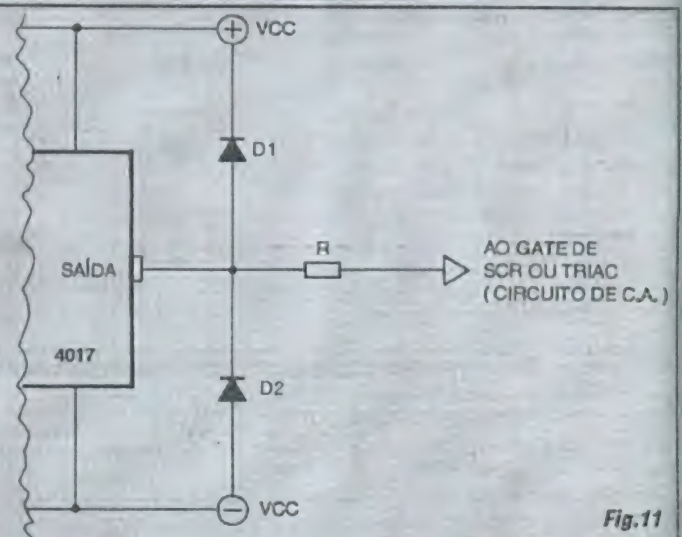

Fig. 11
- FIG. 11 - PROTEÇÕES PARA O C.MOS, CONTRA TRANSIENTES DE TENSÃO VINDOS DOS ESTÁGIOS FINAIS DE POTÊNCIA... - Embora na maioria dos casos, as naturais polaridades e proteções internas inerentes aos componentes envolvidos representem uma efetiva "barreira" de defesa para as estruturas internas do Integrado C.MOS, por medida de segurança, um "totem" de diodos pode